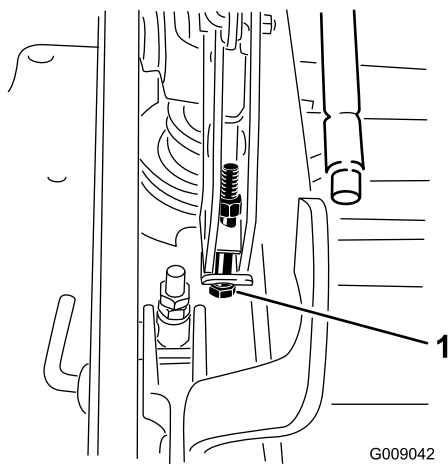

Figure 95
12. Si le tablier est trop bas, serrez le boulon de réglage monopoint dans le sens horaire. Si le tablier est trop haut, desserrez le boulon de réglage dans le sens antihoraire (Figure 95).